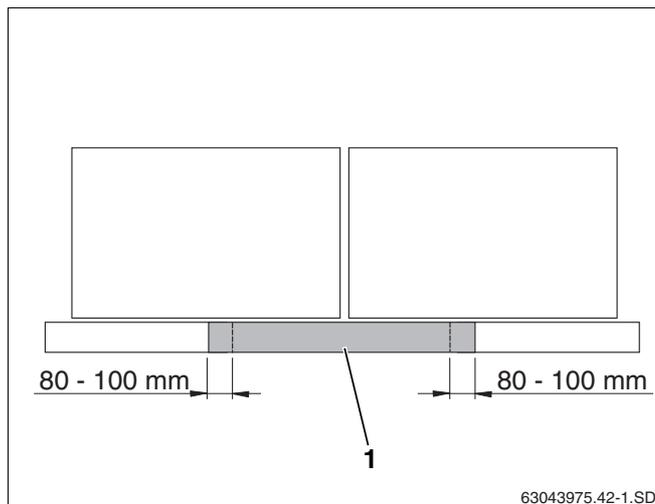

Fig. 45 Posizionamento delle lamiera di copertura centrali con collettori montati orizzontalmente
In presenza di collettori montati orizzontalmente, già con due collettori le lamiera di copertura inferiori centrali (fig. 45, **pos. 1**) risultano necessarie. Queste devono sovrapporsi per 80–100 mm.